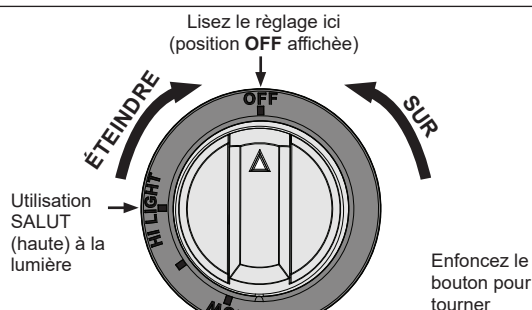

Fig. 34-1 Bouton de commande
4. Appuyez sur le bouton de commande souhaité et, tout en appuyant sur cette touche, tournez-le dans le sens inverse des aiguilles d'une montre jusqu'à la position **HI LIGHT** (Fig. 34-1). Une fois le brûleur allumé, relâchez le bouton.
**ATTENTION:** Si un brûleur ne s'allume pas dans cinq (5) secondes d'allumer le bouton de commande, enfoncez le bouton et tournez-le à la position **OFF**. ATTENDEZ CINQ (5) MINUTES avant de répéter l'étape 4. Si vous sentez le gaz, suivez les instructions sur la couverture de ce manuel. Si les brûleurs ne s'allument toujours pas après que plusieurs tentatives, se rapportent aux instructions pour l'éclairage manuel.